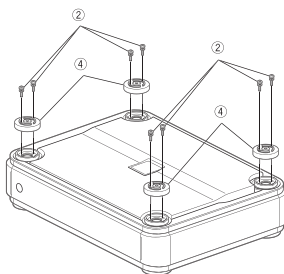

Рис. 3
2. Закрепите четыре соединительные заглушки в 4-х углах первого усилителя, используя по два крепежных винта (М 2.6 x 14, прилагаются) на каждую заглушку (см. рис. 3).